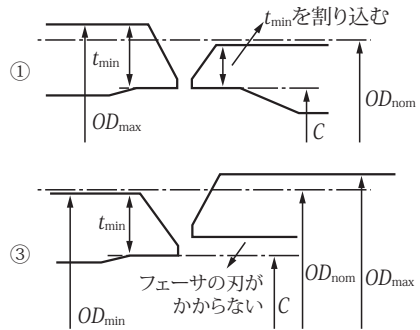

図 1.4.2 内径削りで起こり得るケース
突き合わせ溶接で、溶接後の放射線透過試験が行われる場合は、開先合わせしたとき、開先ルート部の内径に段差があると、合否判定ができなくなるので、表 1.4.1 に示すような、定められた内径 C まで削り込む。その C 寸法は、次の 3 通りが考えられるが、いずれも一長一短がある。好ましくない、起こり得るケースを図 1.4.2 に示す。このようなことが起こった場合の対処法を決めておくのがよい。通常、②または③の C 寸法が採用される。